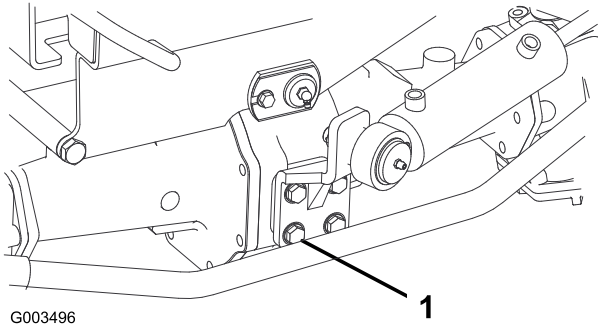

Figure 55
2. Contrôlez le couple de serrage des boulons de fixation du vérin de direction (Figure 55).